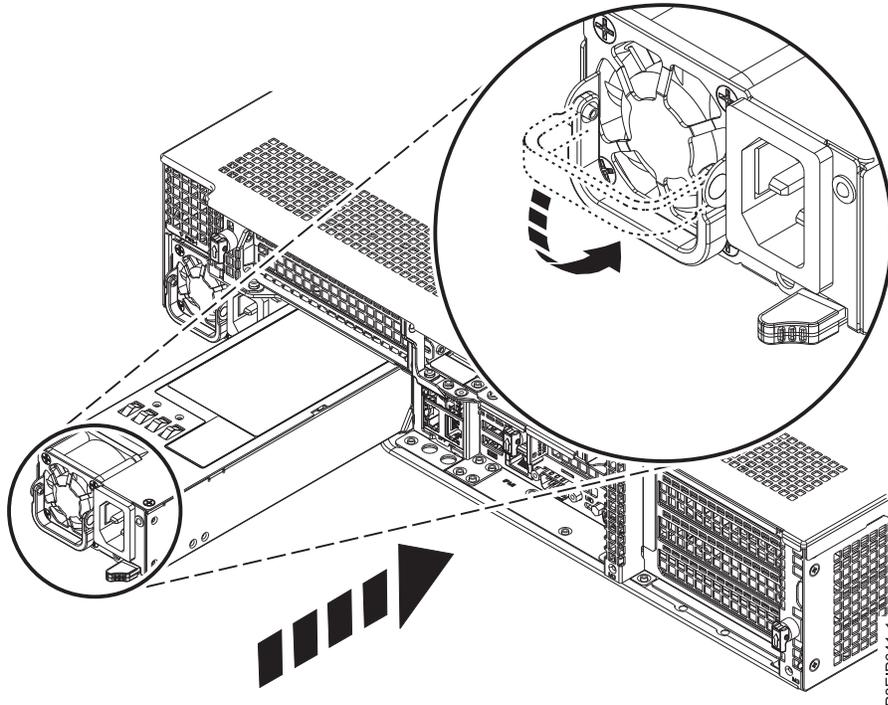

Abbildung 56. Austausch eines Netzteils im System
2. Richten Sie das Netzteil an der Position aus (siehe Abb. 56 auf Seite 95). Der Lüfter befindet sich auf der linken Seite; der Netzstecker befindet sich auf der rechten Seite. Schieben Sie das Netzteil in das System, bis die Verriegelung einrastet.